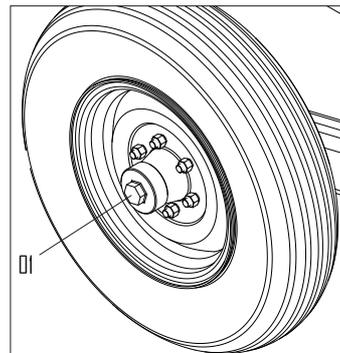

FIGURA 29
- Retire a calota (1) do cubo;
- Recoloque a calota (1) na roda, conforme figura 29.